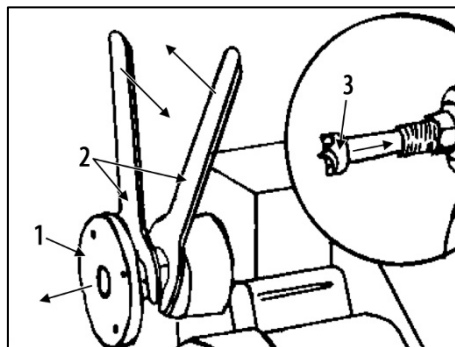

Рисунок 3.
Снимите поводковый патрон 3 со шпинделя передней бабки (если он установлен), рис. 3.
Снимите планшайбу 1 (рис. 3) со шпинделя передней бабки, при помощи двух гаечных ключей 2, входящих в комплект поставки. Установите поводковый патрон (3) в шпиндель передней бабки.